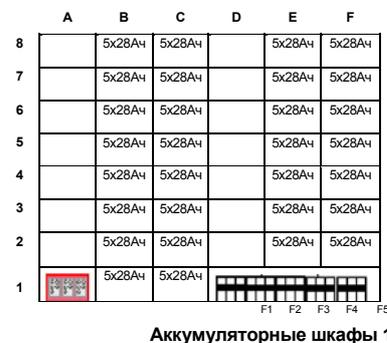
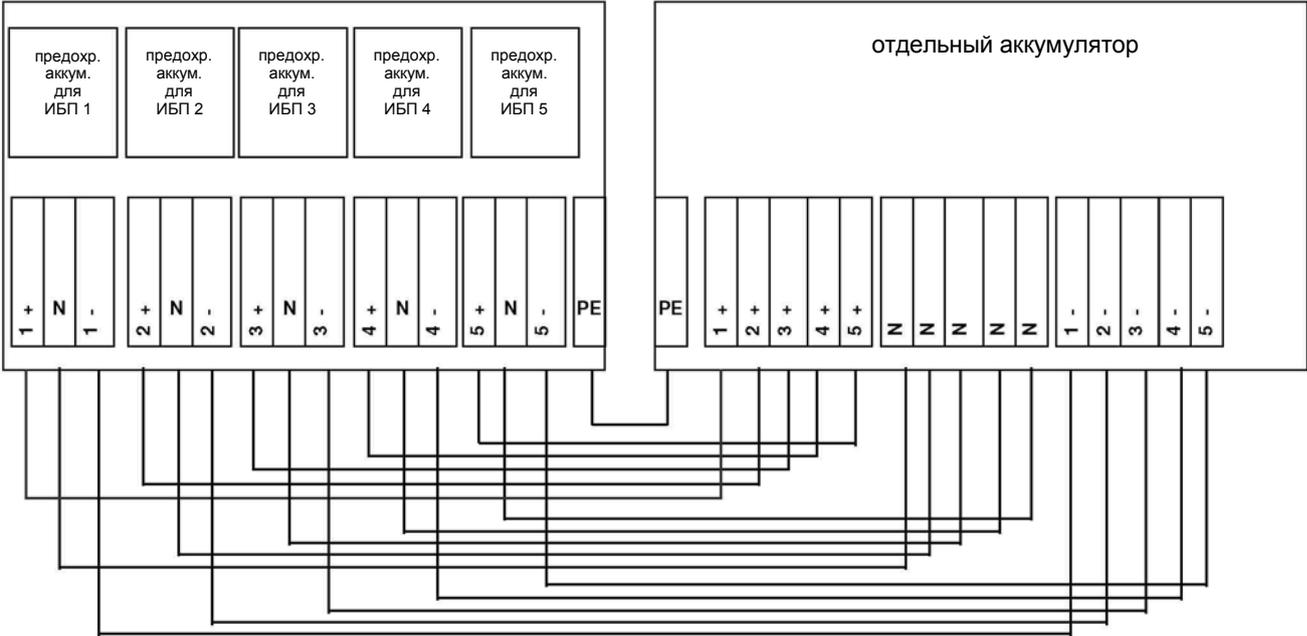
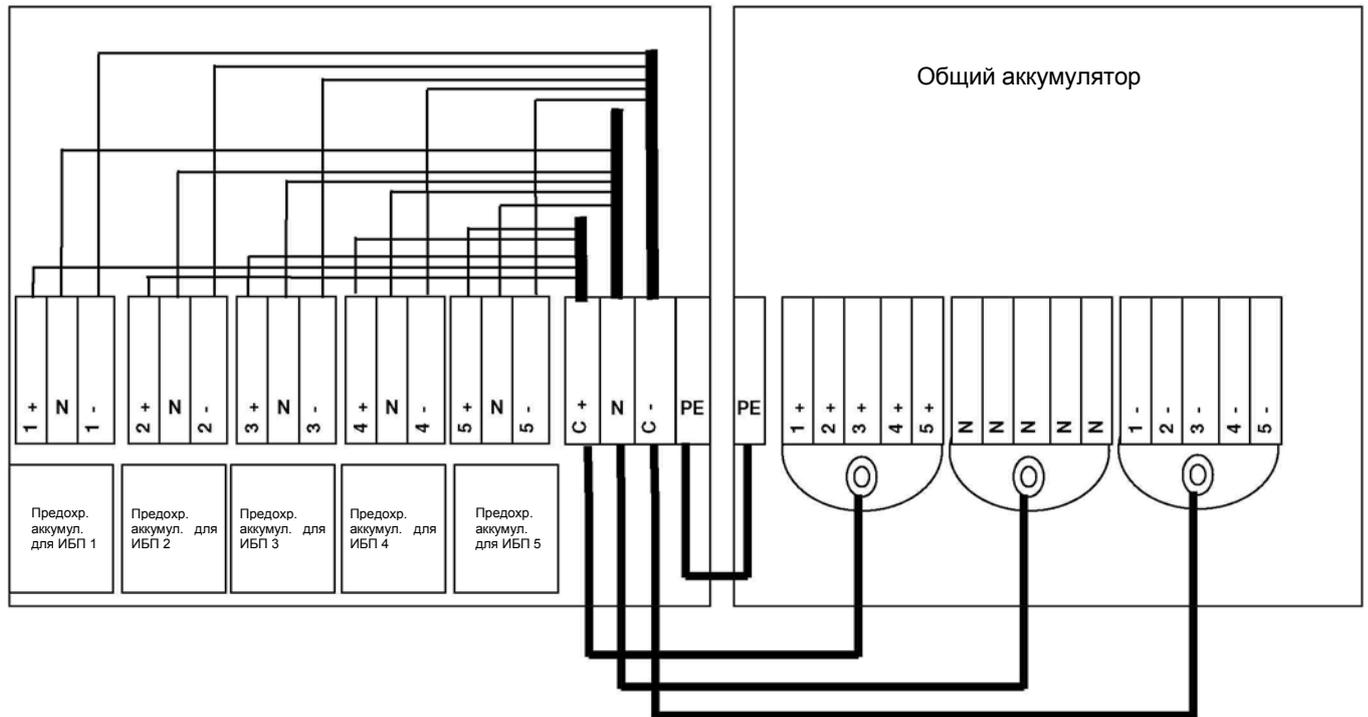

Рис. 20: комбинация (5x40)x28 Ач
Рис. 20: Подсоединение внешнего отдельного аккумулятора
Рис. 21: Подсоединение внешнего общего аккумулятора
На Рис. 20 отображены установленные аккумуляторные блоки (5x40)x28 Ач, а каждый модуль ИБП оснащен собственным комплектом 40x24 Ач.
В избыточных системах с несколькими модулями рекомендуется оснастить каждый модуль ИБП отдельным аккумулятором. Таким образом, обеспечивается резервирование аккумуляторов. Рис. 20 и Рис. 21 показывают, как соединить внешние аккумуляторные шкафы со шкафом ИБП Extend РМС.
5. Убедитесь, что соответствующие клеммы + , N, - между ИБП и дополнительным аккумуляторным шкафом соединены в соответствии с Рис. 20 и Рис. 21.